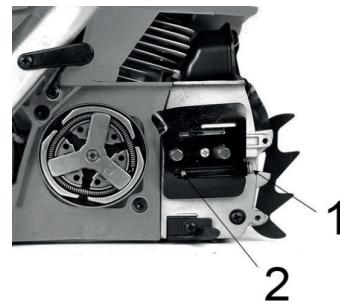

Рисунок 2
- С помощью отвертки поверните регулировочный винт (1) против часовой стрелки, пока выравнивающий штифт (2) (выступающее острье) не достигнет своего предельного положения (Рис.2)